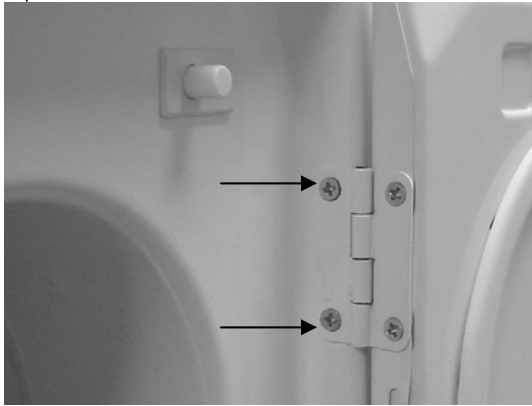

Figura 2
2. Afloje los cuatro (4) tornillos que sujetan la bisagra al Panel Frontal. (Figura 2) Para mejores resultados, quite solo uno de los tornillos. Luego quite los dos restantes, mientras sujeta la puerta firmemente, para evitar que caiga y cause un daño a la bisagra, al Panel o a la Puerta.